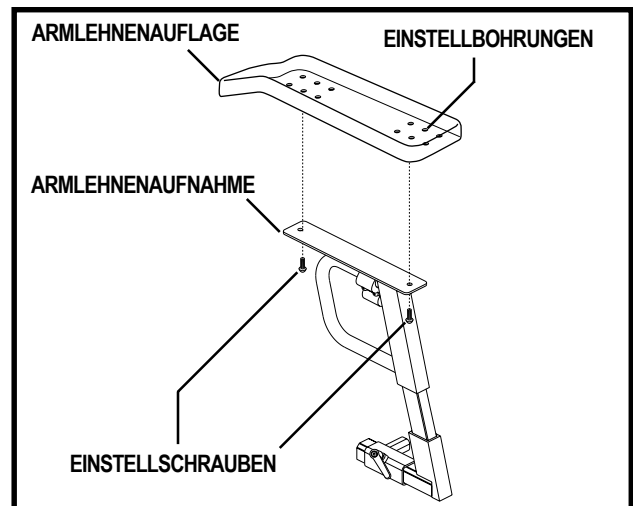

Abb. 13. Einstellung der Position der Armlehnenauflage
1. Entfernen Sie alle Einstellschrauben von der vorderen und hinteren Unterseite der Armlehnenauflage. Siehe Abb. 13.